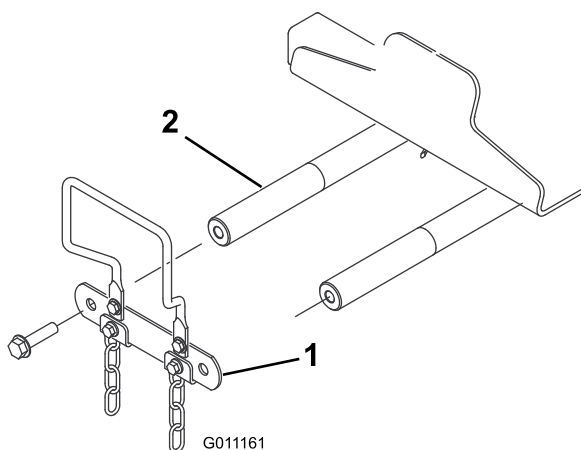

Рисунок 8
- В передней части машины отверните 2 фланцевых колпачковых винта (1/2 x 2 дюйма), которые крепят тягу оси поворота к осям поворота подъемного рычага и снимите тягу (Рисунок 8).